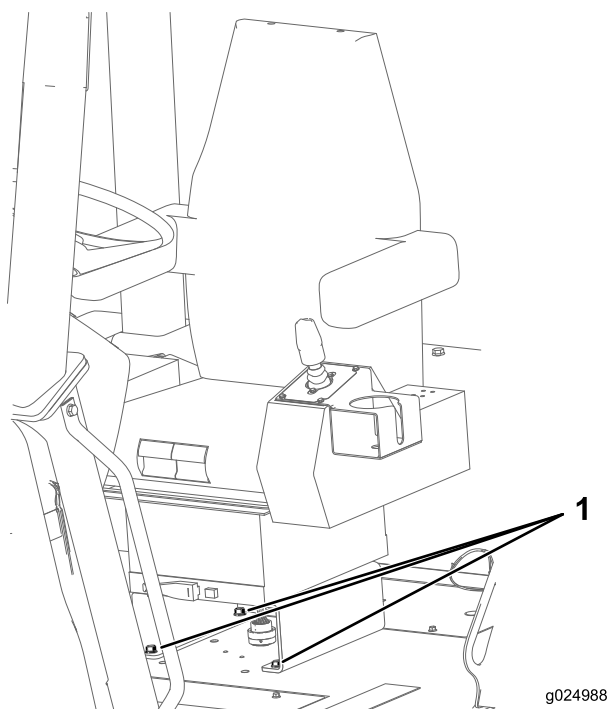

Figura 113
1. Verifique se os parafusos de fixação do banco ao chassi da máquina estão apertados com torque de 27 a 34 Nm (20 a 25 pol.-lb); consulte a Figura 113.